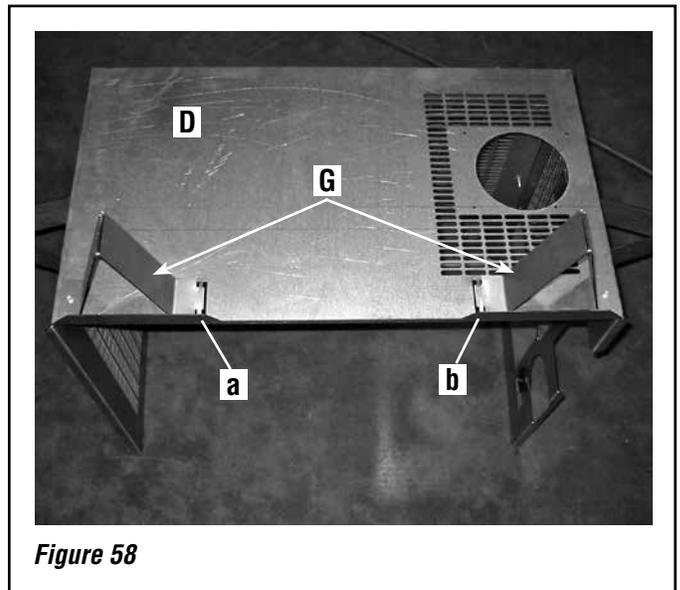
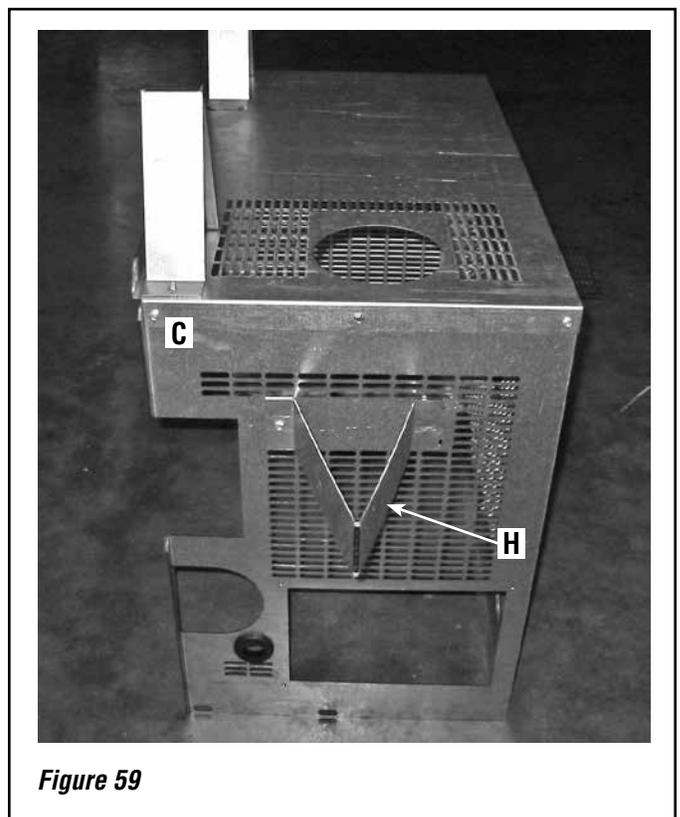

Figure 58
Figure 59
5. Installation des entretoises (G). Trois entretoises s'adaptent à la plaque supérieure D (voir **figure 58**). Saisir l'entretoise par la languette, puis l'insérer dans la fente et appuyer. Visser l'une des vis à tête fournies dans le trou prévu à cet effet. Une entretoise est également prévue sur chaque plaque latérale et sur la plaque arrière. La **figure 59** illustre l'entretoise montée sur la plaque latérale gauche C.
6. Installer les entretoises de côté (H) et arrière (I) tel qu'expliqué ci-dessus. La **figure 59** montre ces entretoises installées.